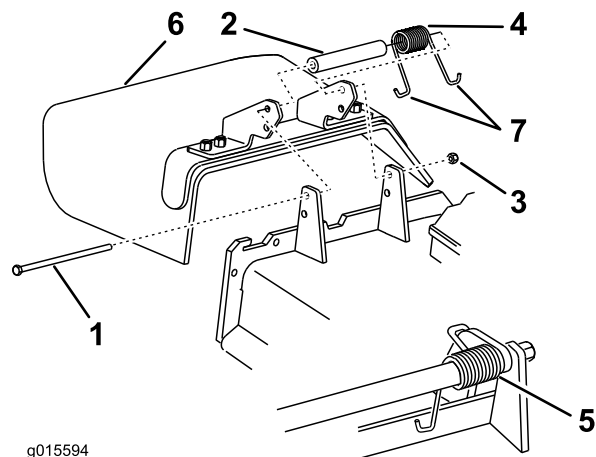

Figura 100
1. Retire la contratuerca, el perno, el muelle y el espaciador que sujetan el deflector a los soportes de pivote (Figura 100).
Nota: Asegúrese de colocar 1 extremo en J del muelle detrás del reborde de la carcasa antes de instalar el perno, según se muestra en Figura 100.
6. Coloque 1 extremo en J del muelle alrededor del deflector de hierba (Figura 100).